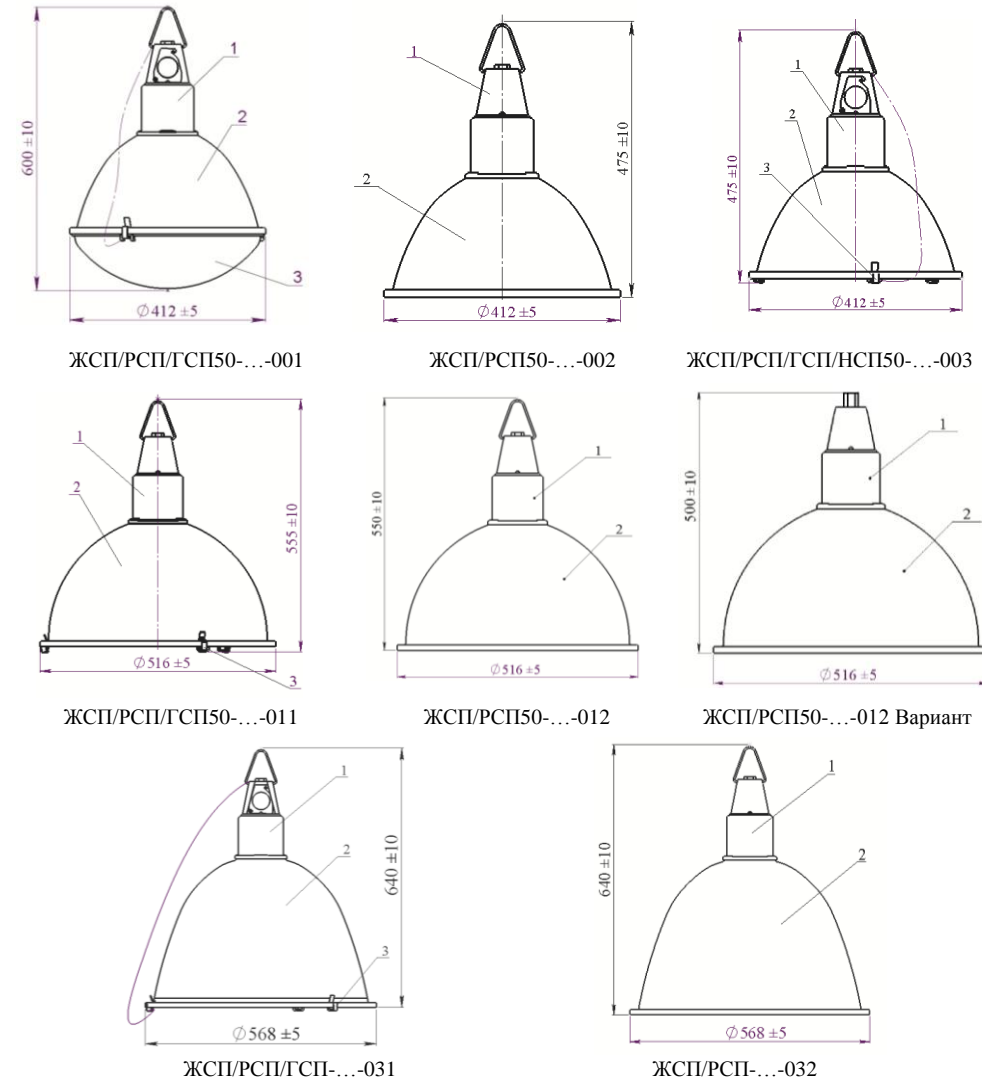

Рисунок 1
2.1 Светильники подвесные серии ЖСП/ГСП/РСП/НСП50 УХЛ2/У2 (рисунок 1) с газоразрядными лампами высокого давления предназначены для общего освещения производственных помещений. Возможно применение светильников для освещения складских помещений, катков, эстакад, торговых и выставочных павильонов.